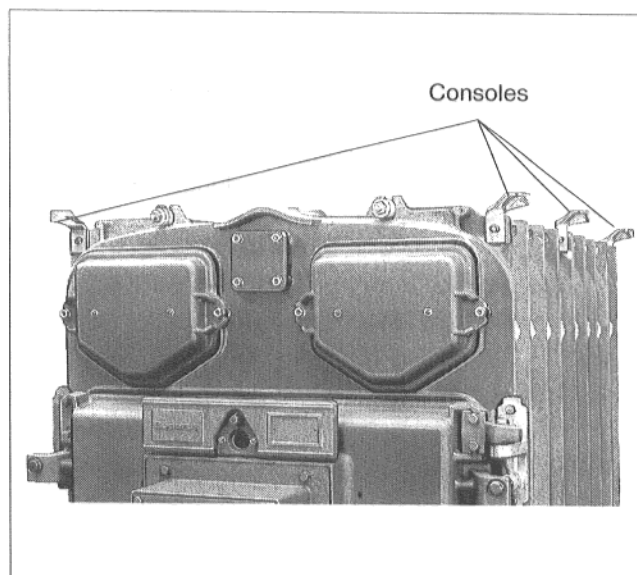

Fig. 35
- Visser sans serrer les consoles de la jaquette, conformément au Tableau 9.1. et aux Fig. 33 et Fig. 35, sur les nervures des éléments de chaudière, à gauche et à droite.